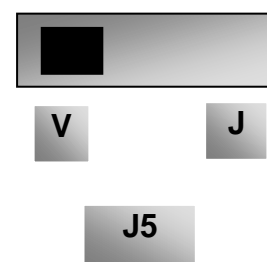

Figure 8-7
- xiii. La borne de sortie analogique AO1 peut émettre un signal de tension et d'intensité, le commutateur de sélection est J5, veuillez vous reporter à la Fig 8-7 ; la relation de sortie est illustrée dans le Tableau 8-4.